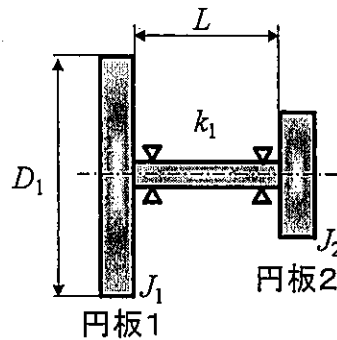
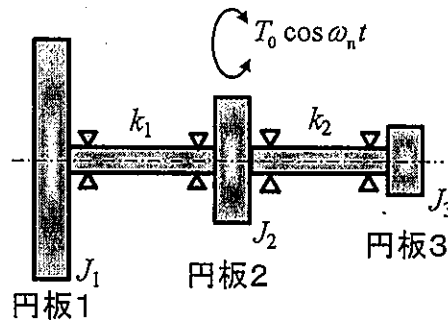

図 2-1
図2-2
図2-1に示した円板2の回転方向にトルク加振すると、固有振動数 ω_n で共振状態となった。この共振を抑制するため、図2-2に示すダイナミックダンパを付加することを考える。円板3の慣性モーメントを J_3 、回転角を θ_3 、円板2と円板3の間のねじりばね定数を k_2 、加振トルクを $T_0 \cos \omega_n t$ とする。ただし、 t は時間を表す。以下の設問に答えよ。
- (4) 図2-2に示す系の運動方程式を求めよ。
- (5) 円板1と円板2の相対振幅（軸のねじれ振幅） $\Delta\theta$ を求めよ。ただし、 $v_1 = \sqrt{k_1/J_2}$ 、 $v_2 = \sqrt{k_2/J_3}$ 、 $\beta = J_2/J_1$ 、 $\mu = J_3/J_2$ 、 $\theta_n = T_0/k_1$ として整理すること。
- (6) この加振トルク $T_0 \cos \omega_n t$ に対して $\Delta\theta$ を零とするダイナミックダンパを考えたい。ダイナミックダンパのねじりばね定数 k_2 を求め、このときの円板3の振幅を求めよ。ただし、 $J_2/J_1 = 0.1$ 、 $J_3/J_2 = 0.2$ とする。
- (7) 設問(6)で求めたダイナミックダンパは、加振トルクの振動数が広範囲にわたって変化する系では有効でない。このような系において有効な制振効果を得るためにはどのようにすればよいか、20字程度で答えよ。